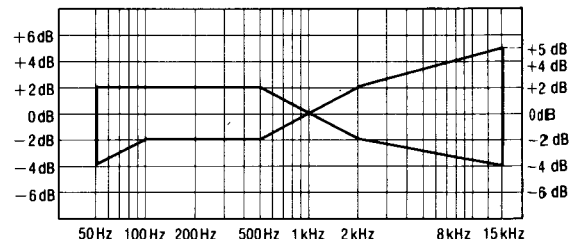

Fig. 10
6. Après cela, amplifier le signal enregistré sur la bande vierge CrO₂ (QZZCRX) et la bande vierge métallisée (QZZCRZ) jusqu'à 15kHz et régler de la même manière que celle mentionnée ci-dessus. Puis, vérifier que le niveau de fréquence soit en deçà de la plage montrée à la Fig. 10.